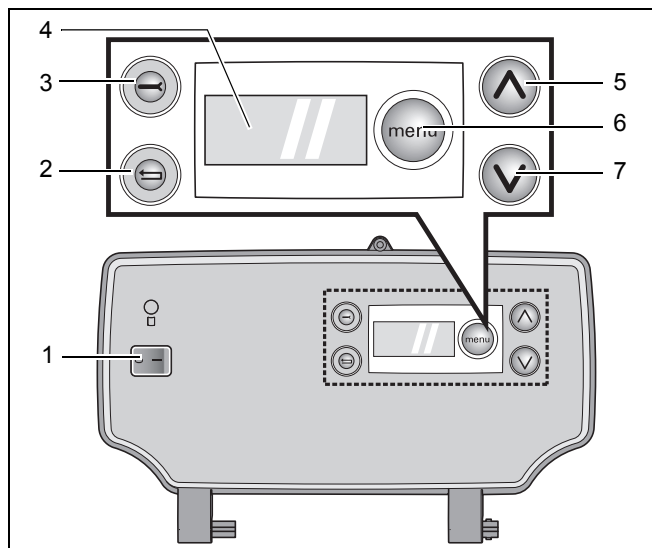
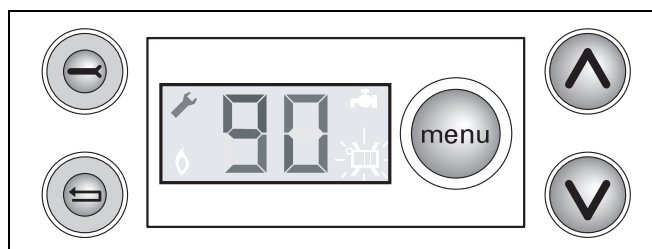
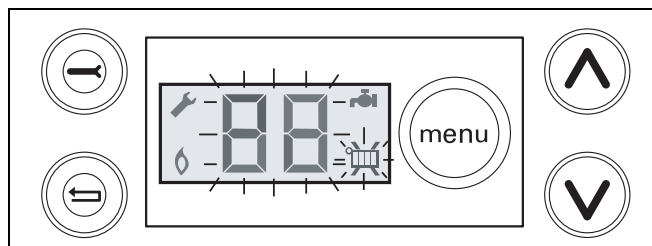

fig. 3 DBA
fig. 4 DBA com chave de parafusos em modo de assistência técnica
fig. 5 Regulações do menu DBA
Accionando o interruptor de funcionamento (fig. 3, **pos. 1**) é possível ligar e desligar o abastecimento de corrente eléctrica do aparelho.
Se for exibido um código de avaria no visor devido a uma avaria intermitente, é possível reiniciar o aparelho com a tecla Reset (fig. 3, **pos. 2**).
Depois de premir a tecla de assistência técnica (fig. 3, **pos. 3**) o aparelho de aquecimento estará a funcionar no modo de assistência técnica (fig. 4).
No visor (fig. 3, **pos. 4**) são exibidas todas as regulações e os códigos de erro (fig. 5).
É possível ter acesso aos parâmetros de regulação da caldeira através do DBA com a ajuda da tecla de menu , das teclas  e  (fig. 3, **pos. 5, 6 e 7**) e observando as indicações do visor. Ver menu 2: "Regulações" na página 8.
Predefinir com a tecla de menu "menu" (fig. 3, pos. 6) o funcionamento de água quente desejado da caldeira (ver tab. 1 e menu 2: "Regulações" na página 8).
Predefinir com a tecla de menu "menu" (fig. 3, pos. 6) a temperatura desejada da água quente (ver tab. 2 e menu 2: "Regulações" na página 8).
Predefinir com a tecla de menu "menu" (fig. 3, pos. 6) o funcionamento de aquecimento desejado da caldeira (ver tab. 3 e menu 2: "Regulações" na página 8).
Regular com a tecla de menu "menu" (fig. 3, pos. 6) a temperatura desejada da água da caldeira para o funcionamento de aquecimento (ver tab. 4 e menu 2: "Regulações" na página 8).